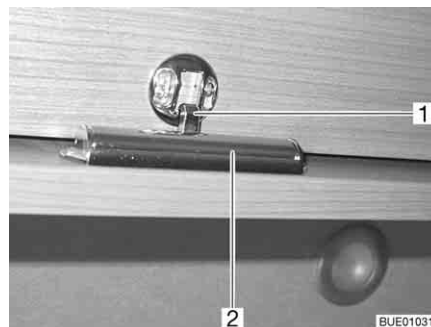

Fig. 71 Abattant de placard avec barre de déverrouillage
- Presser la barre de déverrouillage (Fig. 71,2) du côté intérieur de l'abattant du placard et la maintenir pressée.
- Rabattre l'abattant de placard jusqu'à ce que le dispositif de verrouillage (Fig. 71,1) s'enclenche de façon perceptible.